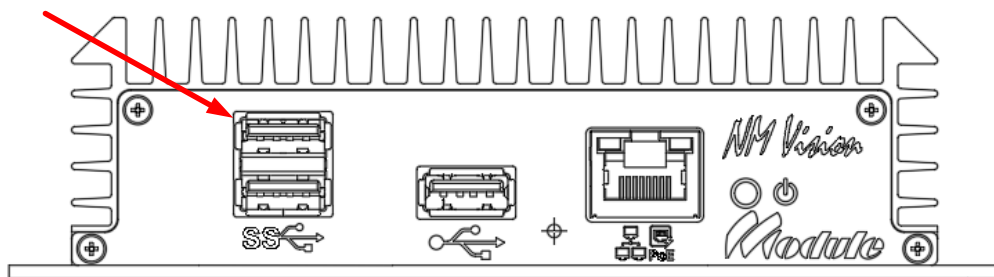

Рисунок 3.22 – Соединитель для подключения изделия NM Vision к ПК
3.8.2.3 Подключите Изделие к ПК по интерфейсу USB, подсоединив к верхнему слоту соединителя USB3.0 тип А «SS» USB-кабель (рисунок 3.22).